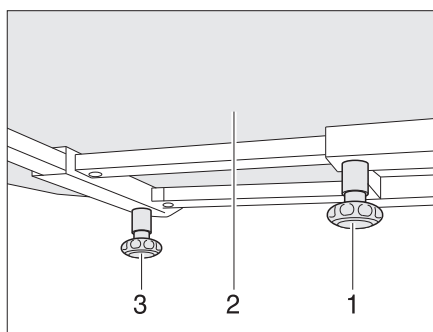

Fig. 102 Tavolo fisso
- Svitare la vite a testa cilindrica zigrinata (Fig. 102,1).
- Spingere il piano del tavolo (Fig. 102,2) nella posizione desiderata.
- Svitare la vite a testa cilindrica zigrinata (Fig. 102,3).